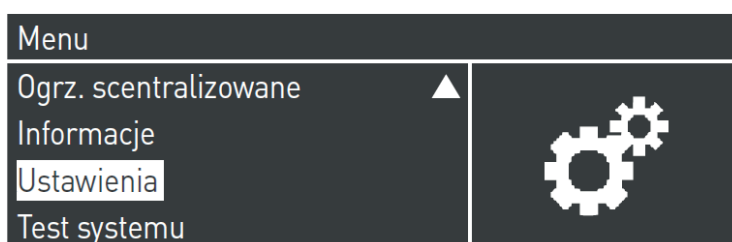

Rys. 6 Lokalizacja przycisku MENU
- a. Wcisnąć przycisk MENU (Rys. 6 Lokalizacja przycisku MENU),